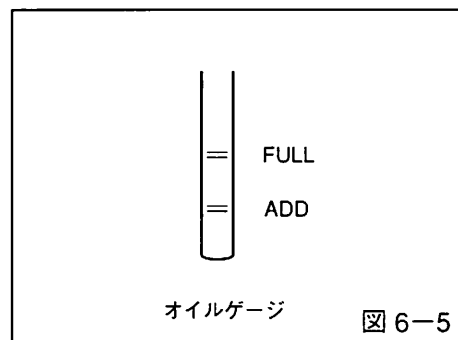

図 6-5
- エンジンオイルの補充は、本機を水平に置いて行い、オイル量は注油プラグを外し、差し込んだオイルゲージの「FULL」のラインまで入れてください。(図6-5参照)